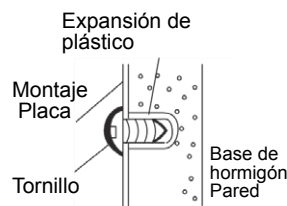

Figura 3.4
- 2) Fije la placa de montaje con el tornillo (véase la figura 3.4).